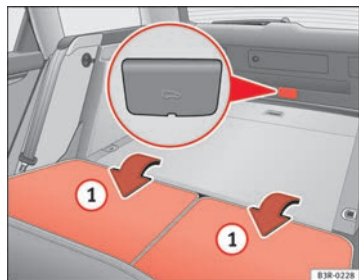

Fig. 75 Detalle de la parte trasera del habitáculo y del maletero: acceso al dispositivo para apertura de emergencia
- Abata los dos respaldos traseros ① ⇒ fig. 75.